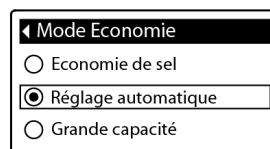

FIG.70
7. Appuyez sur SELECT (O) pour afficher l'écran d'information souhaité (Figures 70 à 72).
**8a. Mode Economie :** Si un point noir figure déjà en face du mode d'efficacité souhaité (Figure 70), passez à l'étape 9. Sinon, appuyez sur DESCENDRE (▼) ou MONTER (▲) pour parcourir jusqu'au mode d'efficacité souhaité, puis appuyez sur SELECT (O) pour valider votre choix.